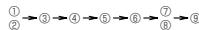

Fig. 4-1
- Před uvedením jednotky do provozu nezapomeňte sundat HORNÍ DÍL SKŘÍNĚ KOMPRESORU a ČELOVÝ DÍL SKŘÍNĚ KOMPRESORU a demontovat pevné části KOMPRESORU. (Fig. 4-1)